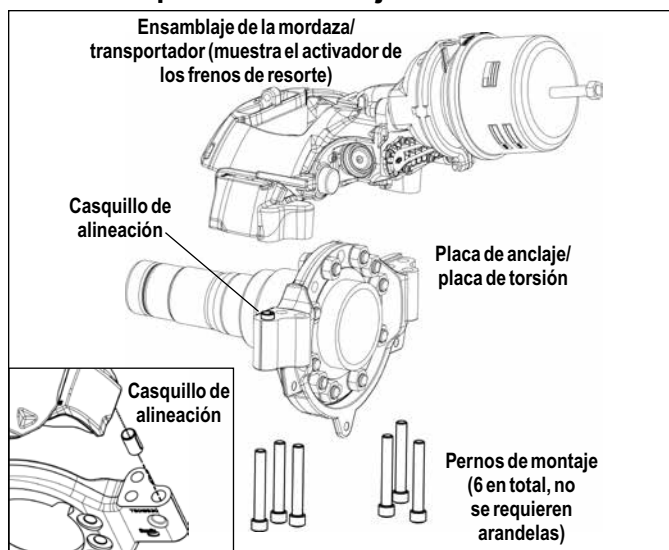

FIGURA 41 - MORDAZA/TRANSPORTADOR DE MONTAJE VERTICAL
- 5.2.16 Instale los resortes retenedores de la zapata (2) en las zapatas de los frenos (12), introduciendo un extremo del resorte en la oreja de la parte superior de la zapata de los frenos (*Consulte la figura 41*). Cuidadosamente, aplique suficiente fuerza para permitir que la segunda oreja calce completamente, teniendo cuidado de mantener los dedos, etc. alejados del resorte cuando calce.
- 5.3.3 Consulte la figura 41. Apoye el freno de disco de aire usando los medios necesarios y retire los seis (6) pernos/arandelas de montaje y deséchelos. Nota: Bendix recomienda enérgicamente que durante el reensamblaje se reemplacen estos pernos, consulte al fabricante del vehículo para ver los herrajes de repuesto. Levante la mordaza para quitarla de la placa de anclaje.